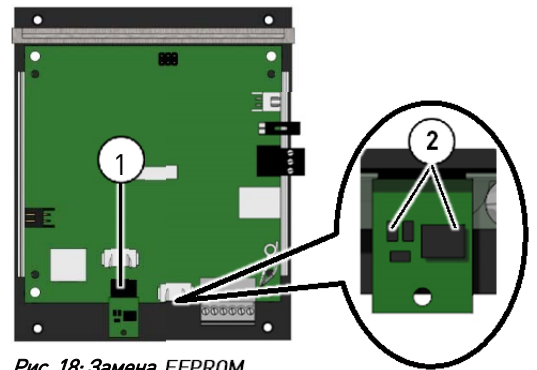

Рис. 18: Замена EEPROM
Обратите Внимание на правильную установку EEPROM в модуль дисплей. Конструктивные элементы соединения (2) устройства EEPROM должны быть хорошо видны (Рис. 18).